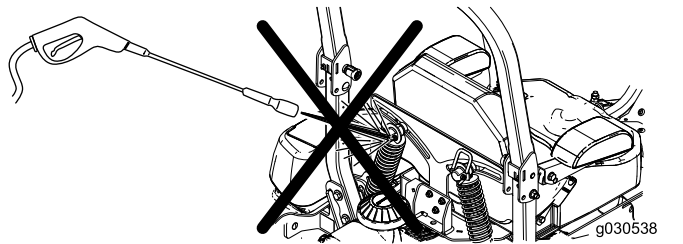

Bild 79
**Hinweis:** Reinigen Sie die Stoßdämpfer nicht mit einem Hochdruckreiniger (Bild 79).